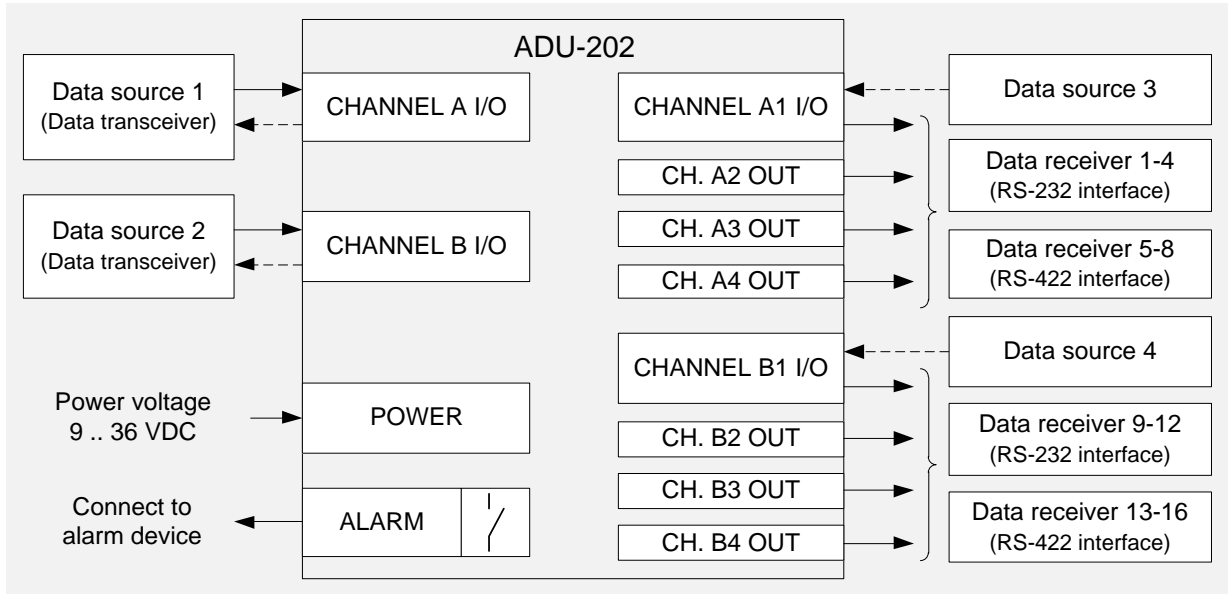
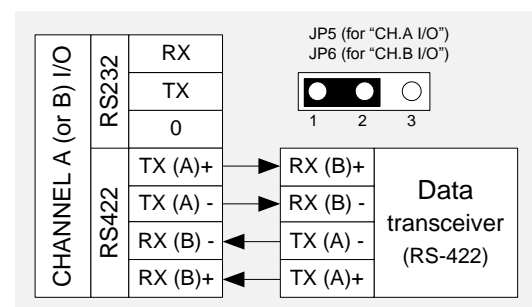
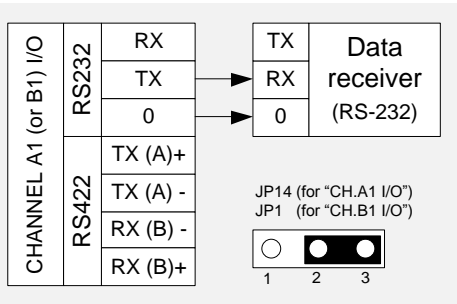
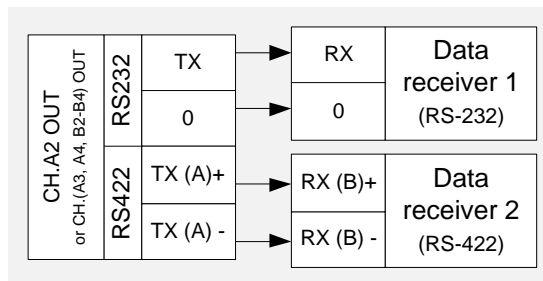

Рисунок 2 Схема подключения общая.
Рисунок 6 Схема подключения приём-передатчика данных по интерфейсу RS-422
Рисунок 7 Схема подключения приёмника данных по интерфейсу RS-232
Рисунок 13 Схема подключения приёмника данных по интерфейсам RS-232 и RS-422.
- провода от источников данных NMEA 0183 подключаются к клеммам группы CHANNEL A I/O (основной источник данных) и CHANNEL B I/O (вспомогательный источник данных), смотрите Рисунок 2 - Рисунок 6.
- провода от приемников данных NMEA 0183 подключаются к клеммам групп CHANNEL.A1 I/O, CH.A2, CH.A3, CH.A4 и CHANNEL.B1 I/O, CH.B2, CH.B3, CH.B4 (смотрите Рисунок 2, Рисунок 7 - Рисунок 13).